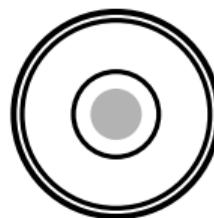

図 4.5
- 8) 整準ねじ⑥を回して、気泡を○の中央に入れます。(図 4.5)